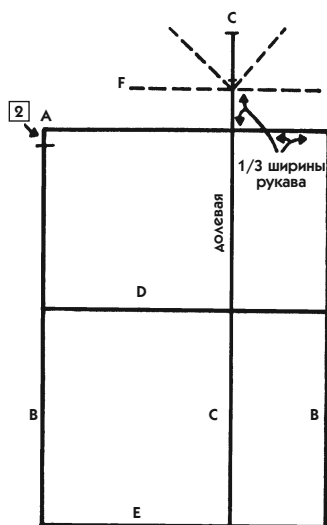

Рис. 196
2. На расстоянии 20 см от верхнего края листа проведите горизонтальную линию А (см. рис. 196), которая будет соответствовать мерке обхвата руки на уровне проймы плюс 6 см ( $29 + 6 = 35$  см).
7. От конца линии А на левой линии В отложите 2 см и отметьте **точку окончания оката рукава на спинке** (на рис. 196 она обозначена цифрой 2 в квадрате).